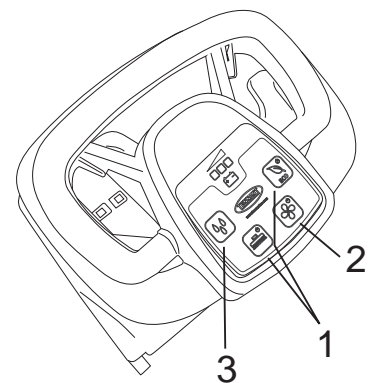

Fig.17
- Druk op de borstelknop of de ECO-knop (Fig.17-Ref.1); behalve de borstel worden ook de afzuiging en de afgifte van de oplossing geactiveerd.
- Controleer tijdens de werkzaamheden de kwaliteit van het reinigen en regel de afgifte van de oplossing met de drukknop vloeistofstroom (Fig.17-Ref.3).
- Druk op de borstelknop (Fig.17-Ref.1):
- Schakel de zuigunit uit door op de zuigknop te drukken (Fig.17-Ref.2).